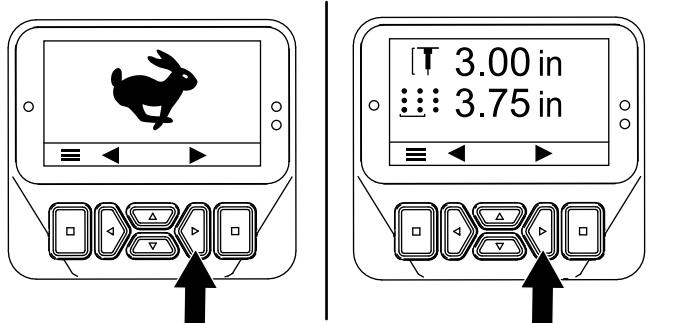

Figura 61
**Nota:** Viene visualizzata la schermata della modalità TRASPORTO o della modalità ARIEGGIATURA (Figura 61).